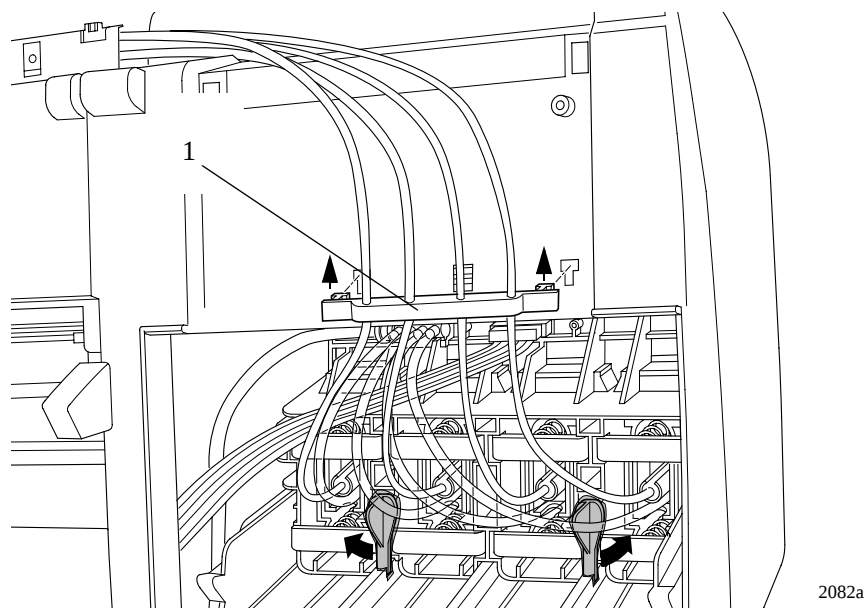

図 9: チューブ グリップ
- 2 左側カバー背面のチューブホルダ (部品1) を押し上げて外します (図9参照)。